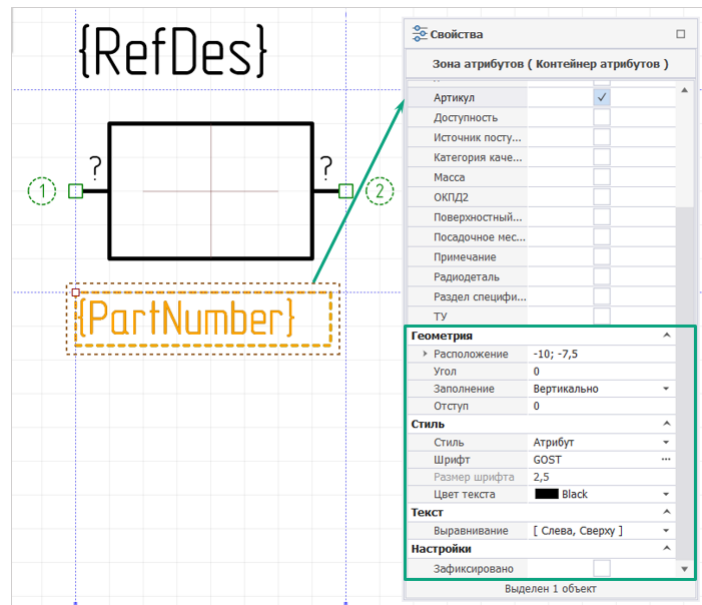

Рис. 175 Настройка зоны атрибутов УГО
6. При необходимости настроить параметры в разделах «Геометрия», «Стиль», «Текст», «Настройки», см. Рис. 175.